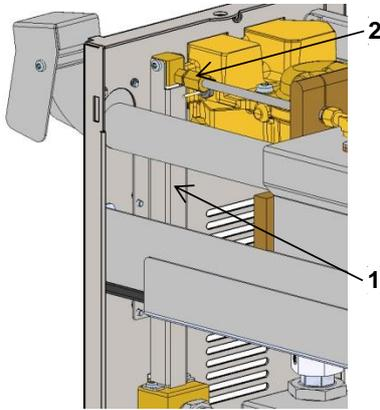

Fig. 5: Monter l'indicateur de niveau
- Rentrer l'indicateur de niveau (10) (marquage 1 → Fig. 5).
- Serrer le raccord à vis des conduits (marquage 2 → Fig. 5).